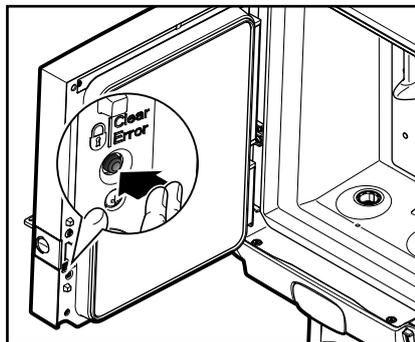

Fig. 22
2. Prima o interruptor **CADEADO/** Clear-Error para bloquear a tiragem de bebidas. (Fig. 22)
3. Para desbloquear a máquina, prima novamente o interruptor **CADEADO/** Clear-Error para voltar a libertar a tiragem de bebidas. (Fig. 22)